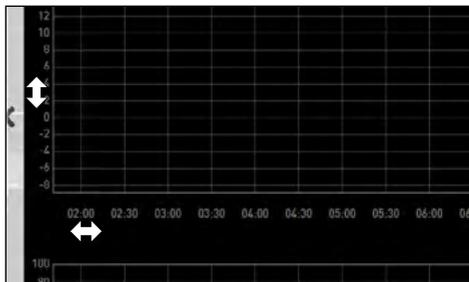

Fig. 11
- ▶ A fin de ampliar solo el eje de tiempo (eje x) o el eje de valores (eje y), mover el cursor en la rotulación del eje correspondiente. El puntero del ratón se convertirá en una flecha doble; desplazándose con la rueda del ratón podrá ampliar el eje correspondiente (Fig. 11)